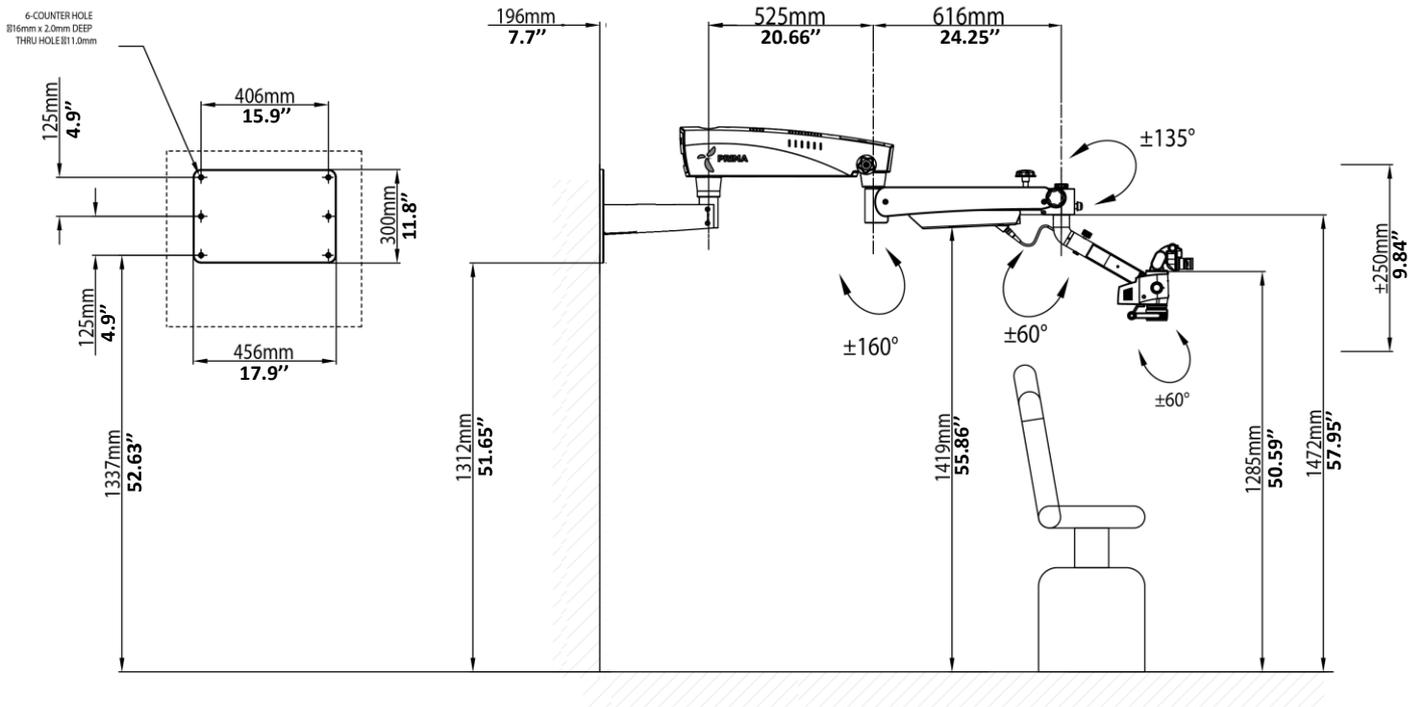

Abb. 13
- C. Abstand vom Boden – Siehe geeignete Höhe gemäß bestellter Konfiguration aus Abbildung 13.